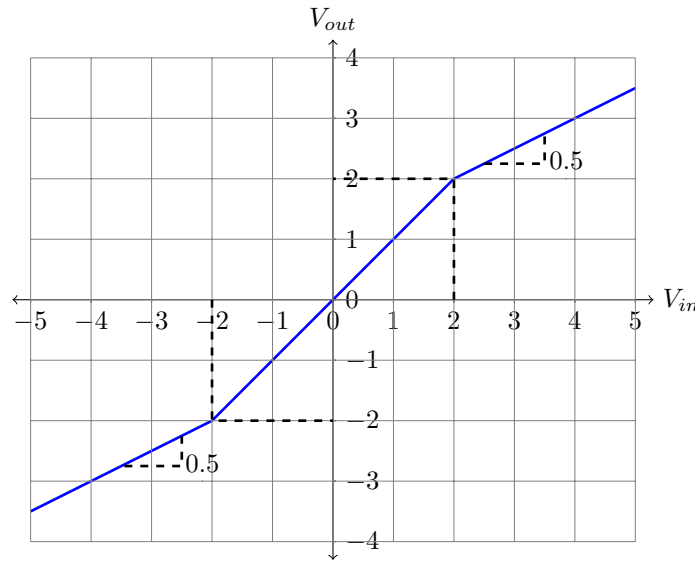

Figura 3.1: Características de entrada-salida o función de transferencia del circuito a diseñar
Una empresa que pretende sacar al mercado un nuevo diodo, le ha contratado a usted para realizar el diseño preliminar de un circuito de prueba que tenga las características de entrada-salida mostradas en la Figura 3.1, con la intención de determinar la funcionalidad del diodo en circuitos limitadores. Como parte de los requerimientos de diseño se le pide utilizar todas las resistencias con valor de $1\text{ k}\Omega$, la empresa le indica que realice su diseño por ahora con diodos ideales, además para satisfacer las necesidades puede utilizar otros componentes.
- 3.2. Explique brevemente que sucedería con la función de transferencia dada en la Figura 3.1 al considerar diodos reales con concentraciones N_a, N_d para la juntura. **1 Pt**